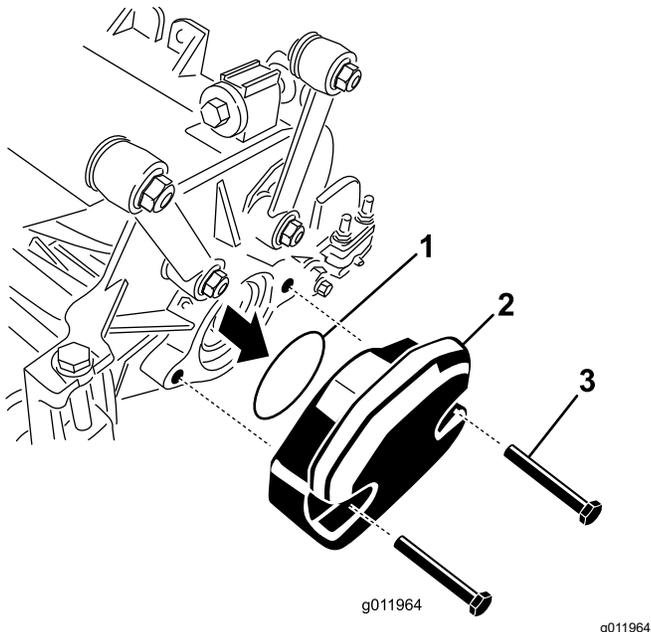

図 24
2. 右側カッティングユニットの内側端部からウェイトとOリング 図 24 を取る。